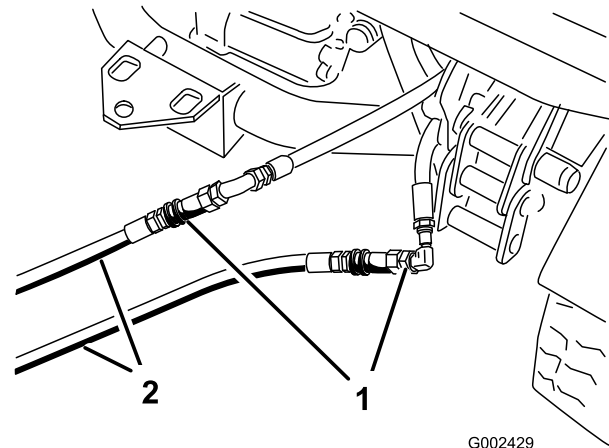

Figure 79
- Sur les deux véhicules, débranchez les deux flexibles à raccords rapides des flexibles fixés au support de raccord (Figure 79).